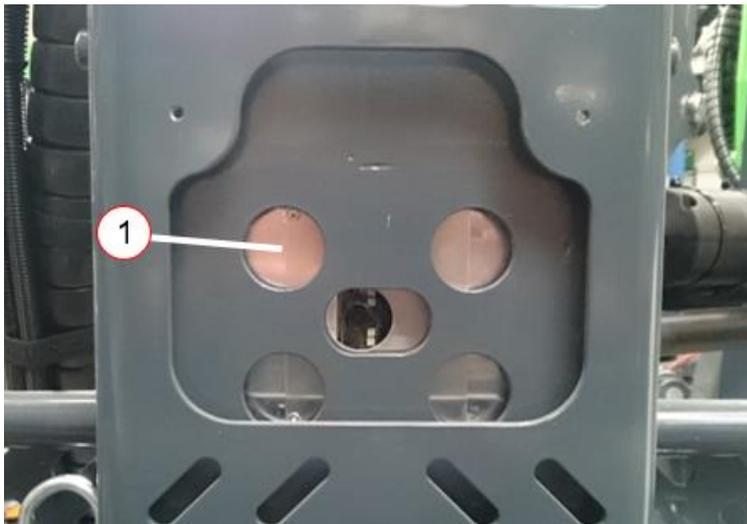

Figure 24 : Unité cellulaire de charge MOBA MRW de la nacelle
Tous les vérins de bras sont équipés de vannes de commande de charge (Figure 24 (1)) qui bloquent les mouvements des bras en cas de rupture de flexible par exemple.